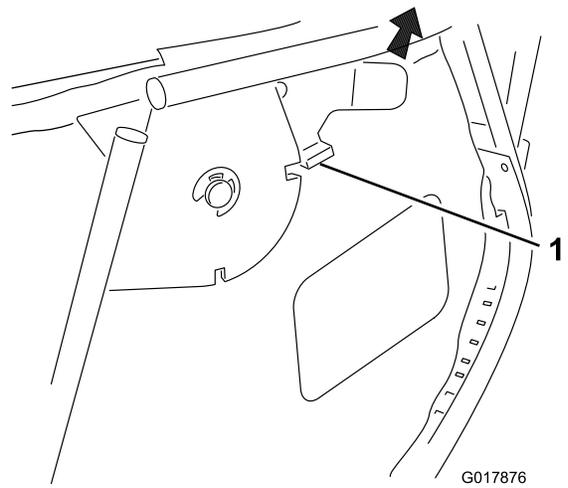

Bild 17
1. Lösen Sie den Sperrriegel (Bild 17).